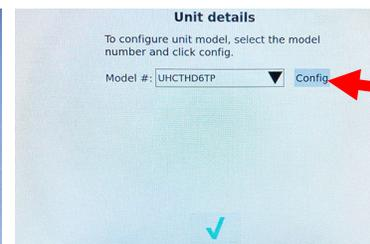

Figure 18
- h) Une fois le modèle sélectionné, appuyez sur le bouton **Config** (voir Figure 18).